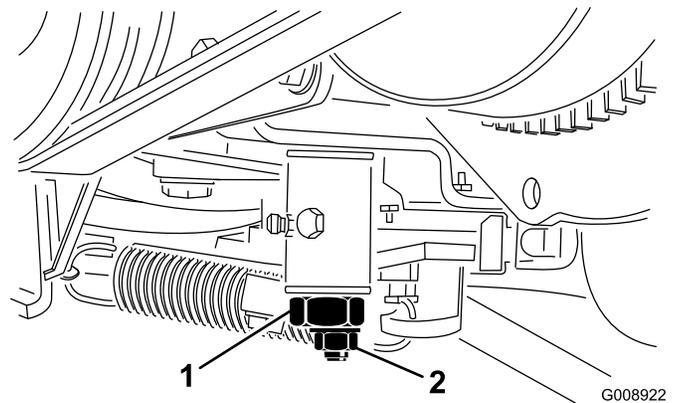

Figure 48
2. Desserrez le connecteur du câble d'accélérateur sur le bras du levier de la pompe d'injection (Figure 48).